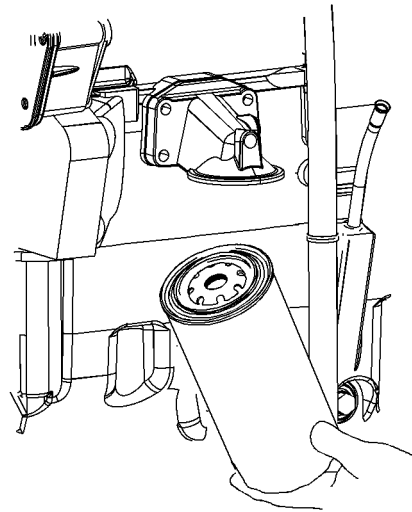

Ilustración 33
Nota: Algunos filtros de aceite pueden instalarse verticalmente. Consulte la ilustración 33. Comience con el Paso (1) para quitar e instalar el filtro de aceite.